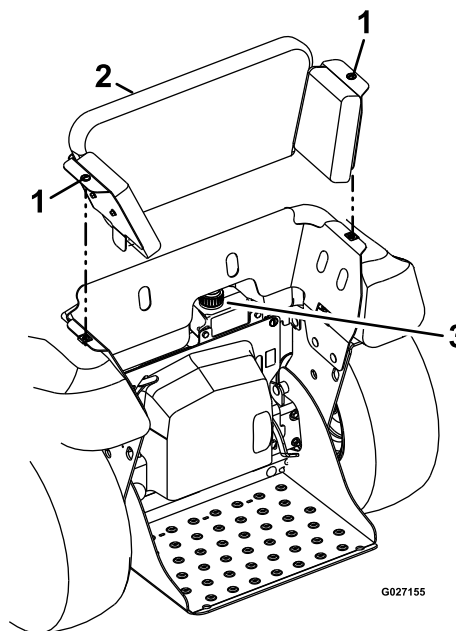

Figure 81
2. Tournez dans le sens antihoraire les 2 fixations quart-de-tour qui fixent le protège-genoux au châssis de la machine (Figure 81).
3. Soulevez le protège-genoux légèrement en arrière et déposez-le de la machine (Figure 81).
4. Nettoyez la surface autour du vase d'expansion et enlevez le bouchon (Figure 81).
7. Revissez fermement le bouchon sur le vase d'expansion (Figure 81).